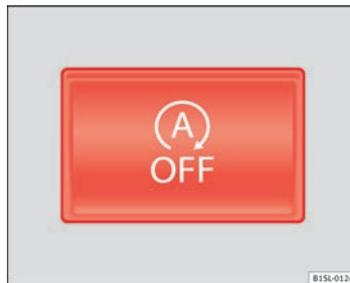

Fig. 97 Nella parte superiore della console centrale: tasto del sistema Start/Stop.
- Premere il tasto  situato nella consolle centrale => fig. 97.